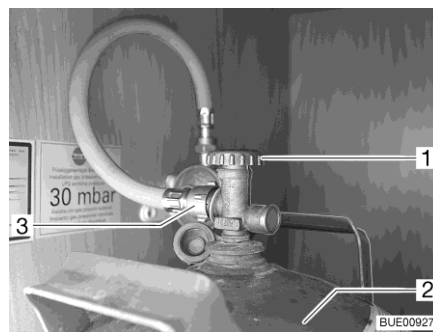

Fig. 198 Vano portabombole
- Chiudere la valvola principale di arresto (Fig. 198,1) della bombola del gas (Fig. 198,2). Osservare la direzione della freccia.
- Svitare il tubo del gas (Fig. 198,3) dalla bombola del gas.